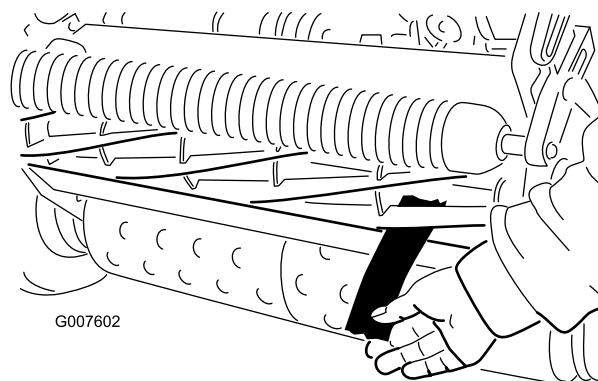

図 47
12. 切れ味確認用のペーパーを一枚、リールと下刃との間に、下刃に対して直角になるように差し入れて、Cuttingユニットの切れ味をテストする 図 47。ゆっくりとリールを回転させるこれで紙が切れれば合格である。